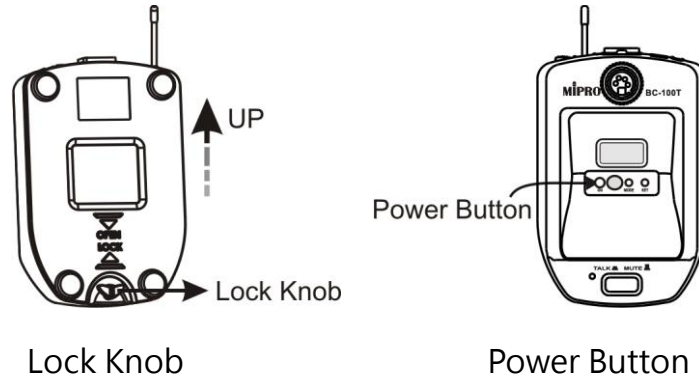

Bild 4
3. Setzen Sie die Bodenplatte wieder ein und schieben Sie diese nach hinten. Drehen Sie den Verschluss Riegel wieder um 180°. Drücken Sie die Ein- Austaste (6) für 2 Sekunden um die Sprechstelle einzuschalten. Wenn das Display leuchtet, wurde der Akku richtig eingelegt und ist geladen, Bild 4.